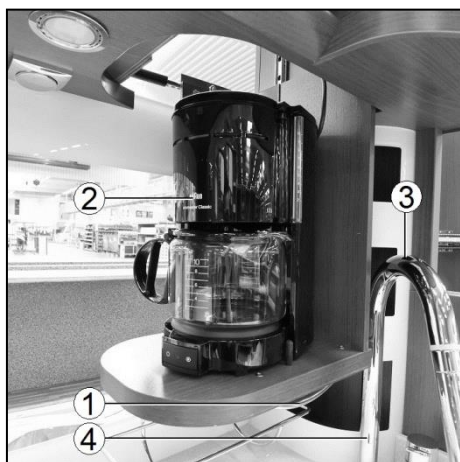

Fig. 130 Machine à café dans le placard de pavillon
1. Tourner le robinet (Fig. 130/3) vers la droite.
2. Tirer sur la poignée (Fig. 130/1) jusqu'à ce que la machine à café (Fig. 130/2) soit complètement sortie. Veiller à ce qu'il n'y ait pas d'objets dans le rayon d'action.
3. Remplir le réservoir d'eau de la machine à café avec la douchette extractible (Fig. 130/4) jusqu'à ce que le niveau d'eau soit atteint.
5. Pour ranger la machine à café (Fig. 130/2), la glisser complètement dans le placard de pavillon en la tenant par la poignée (Fig. 130/1).